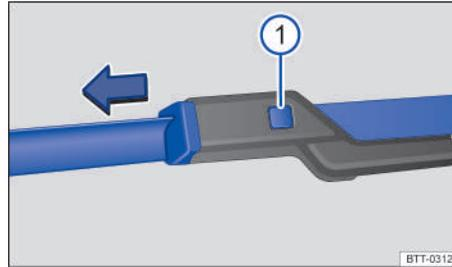

Fig. 199 Sustituir las escobillas de los limpiaparabrisas.
- Mantenga la tecla de desbloqueo → fig. 199 ① pulsada y, al mismo tiempo, retire la escobilla de los limpiaparabrisas en el sentido de la flecha.